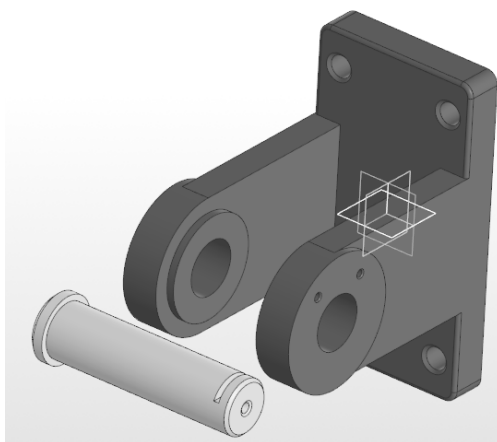

Рис. 5.3. Взаимное расположение элементов сборки
• Добавьте в сборку деталь «Ось». Разместите ее в любом месте рабочего поля, недалеко от детали «Вилка». Откажитесь от повторной вставки этой же детали. Используя команды «Переместить компонент/Повернуть компонент» (панель **Размещение компонентов**), расположите деталь «Ось», как показано на рис. 5.3).